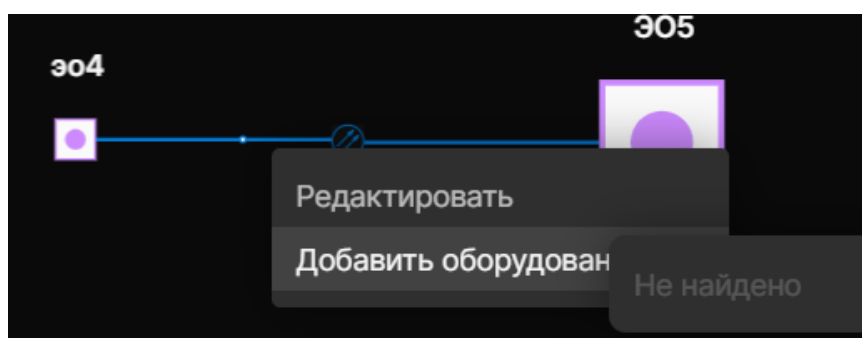

Рисунок 5.79 Отсутствие в контекстном меню оборудования для добавления на ЛС
- 4.1 Если по линии связи отсутствуют каналы передачи сигналов с данными по блокам устройств передачи сигналов, то при выборе действия в контекстном меню «Добавить оборудование» вместо списка пар блоков будет выведено «Не найдено» (Рисунок 5.79).